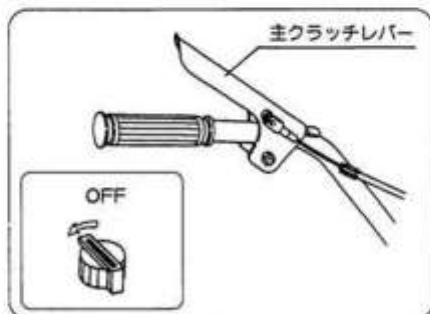

図13
デットマンクラッチを採用しておりますので、あぶないと思ったらクラッチレバーより左手を離してください。機械が停止します。機械が停止後、停止スイッチを〔OFF〕位置にしてください。エンジンが停止します。(図13)
- ① スロットルレバーをゆっくり〔高速〕位置にします。(図13)